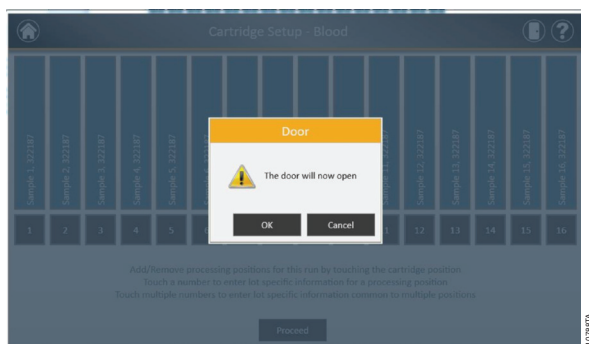

Figure 47. Fenêtre Door open (Porte ouverte). Elle alerte l'utilisateur du fait que la porte de l'appareil Maxwell® CSC va s'ouvrir.
- Une fois que les informations nécessaires ont été saisies pour les cartouches et échantillons à traiter, touchez le bouton **Proceed (Continuer)** pour passer à la fenêtre « Door » (Porte, Figure 47). Touchez le bouton OK pour ouvrir la porte de l'appareil Maxwell® CSC.